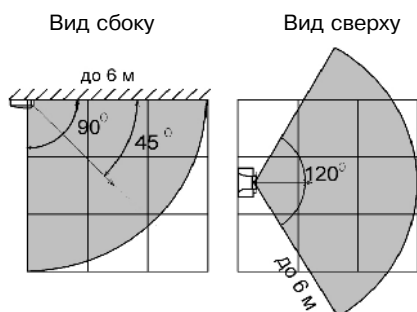

Рисунок 1 - Диаграмма зоны обнаружения АК-канала
- при выборе места установки следует принимать во внимание диаграмму направленности извещателя (рисунок 1);